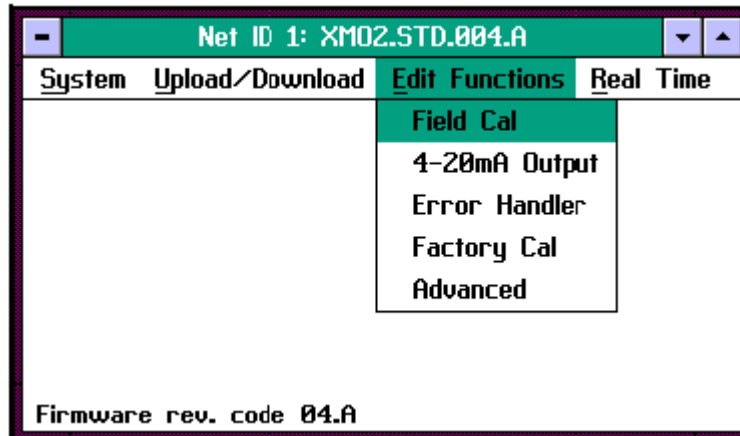
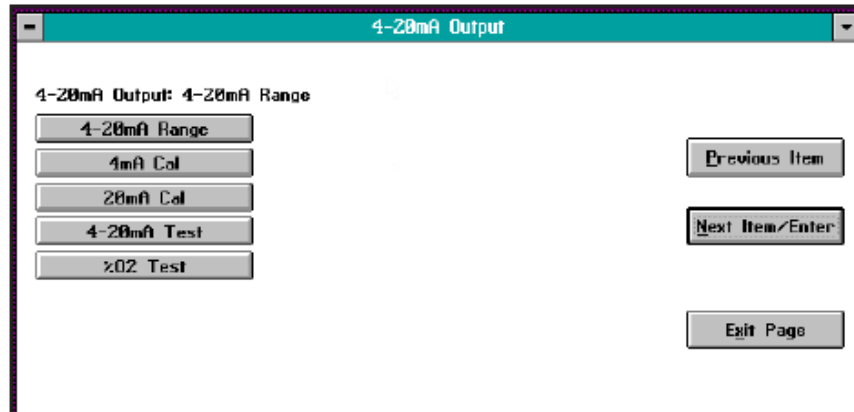

図 3-3 Edit Functions メニュー
図 3-18 4-20mA Output ウィンドウ
2. 計測器ウィンドウから、3-12 ページの図 3-3 のように *Edit Functions* プルダウンメニューを表示させます。
XMO2 の校正へアクセスするには、計測器ウィンドウから *Edit Functions* プルダウンメニューを表示させなければなりません。このメニューは、下記の図 3-3 に示すように 5 つのコマンドから構成されています。これらのコマンドへは、メニューからそのコマンドを選ぶだけでアクセスできます。
XMO2 トランスミッタに付属の XMO2 校正シートには、当社月島テクニカルセンターで設定された 4～20mA アナログ出力範囲が記載されています。IDM により、4-20mA Output オプションを使ってこの範囲を変更することができます。Edit Functions メニュー（3-12 ページの図 3-3）で 4-20mA Output ボタンをクリックすると、下記の図 3-18 のようなウィンドウが開きます。オプションのどれかをクリックすると、そのオプションのウィンドウが開きます。Next Item/Enter をクリックすると、オプションの上のステータスラインにメニューが表示されます。
注 : Next Item/Enter ボタンをクリックすると、オプションボタンの上のステータスラインに表示されているオプション（上の図 3-18 では、4-20mA Range）を選択します。ウィンドウ内のステータスラインに表示されているオプションは、そのメニューを使ったときに最後に選択されていたオプションとなります。